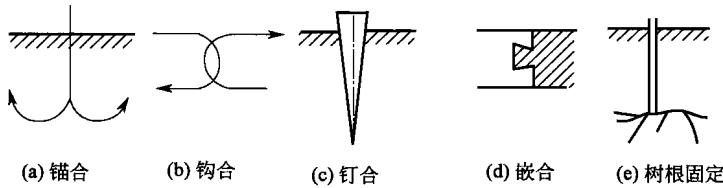

图 1-2 机械嵌合作用模型图
① 机械嵌合作用 涂装时涂料渗透到基材表面的小沟和孔隙中，固化后通过“锚合”、“钩合”、“钉合”、“嵌合”、“树根固定”等形式（如图 1-2 所示）把涂料和被涂物连在一起。
② 吸附作用 该理论认为，两种材料的界面紧密接触，分子或原子在界面层